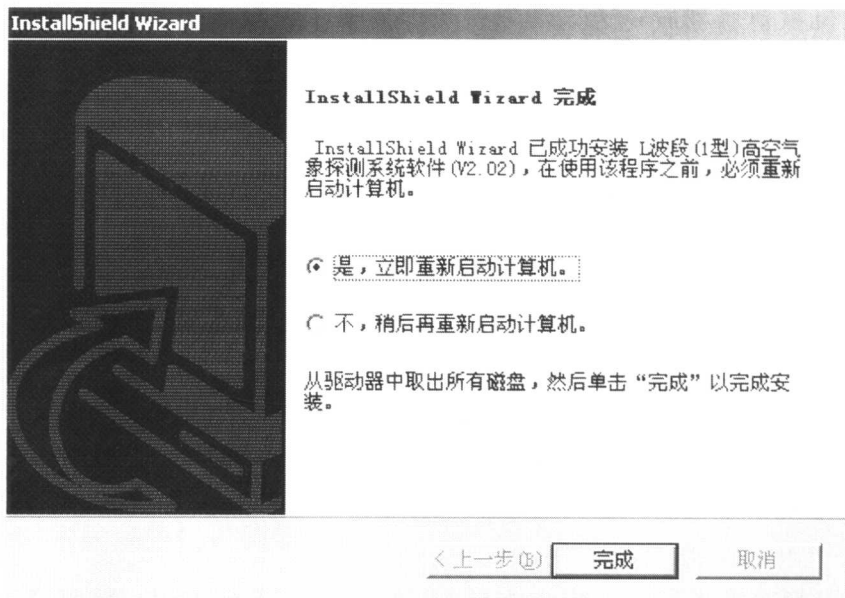

图 2
3. 当显示图 2 所示的对话框时，选“是，立即重新启动微机”，重新启动微机；